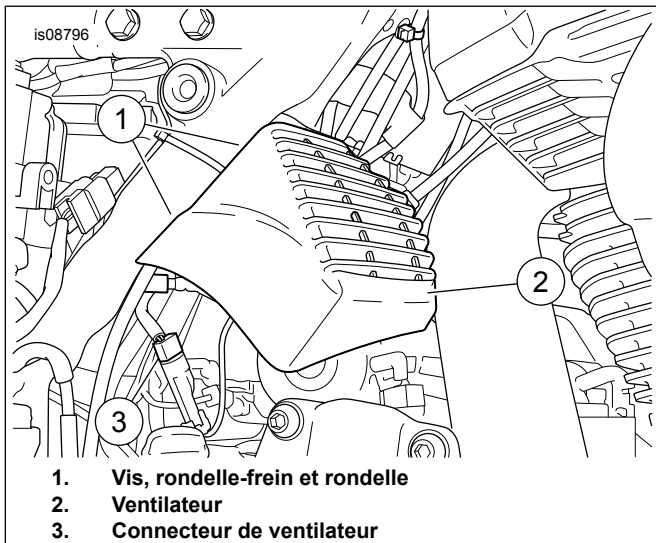

Figure 2. Positionner le ventilateur
2. Voir la figure 2.. Positionner l'ensemble ventilateur. À partir de la zone du plateau de la batterie, installer les vis (1), une rondelle-frein (2) et les rondelles plates (3). Serrer à un couple de :